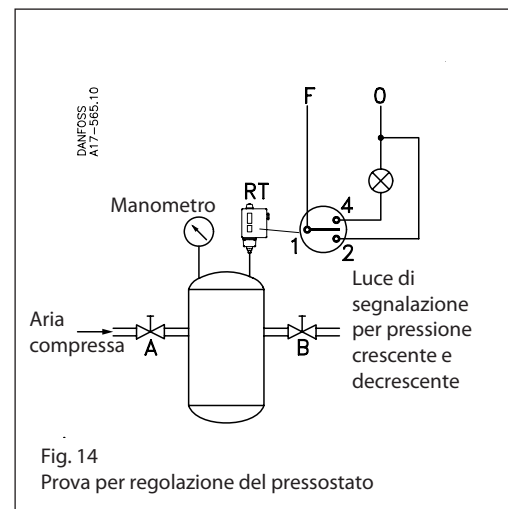

Fig. 14
Insieme al convertitore di frequenza VLT[®], i pressostati RT 200L possono essere usati per il controllo continuo di una pompa situata, per esempio in un impianto di generazione di pressione. In questo caso la pompa deve essere regolata in alto e in basso a 32 e 25 m di colonna d'acqua. Il modello RT 200L deve essere regolato mediante l'apposita manopola (5) fig. 8 pag. 9 a 3.5 bar (35 m di colonna d'acqua) meno il differenziale fisso di 0.2 bar. L'impostazione è quindi di 3.5 - 0.2 = 3.3 bar. La zona neutra, 35 - 32 = 3 m colonna d'acqua, corrispondente a 0.3 bar, deve essere impostato sul disco di zona neutra (40) fig. 8 pag. 9. In base al grafico fig. 12 la regolazione del disco è 1 o poco più. Un'impostazione più precisa si può ottenere mediante la prova indicata nella fig. 14.